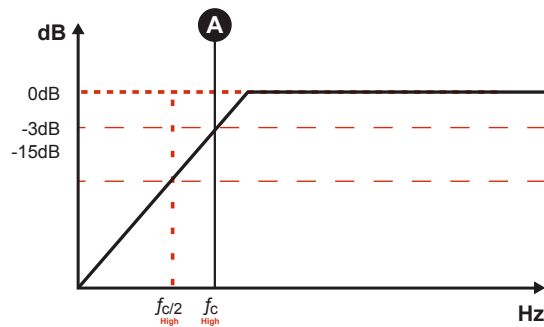

Figura 2
➤ Para uso del filtro pasa alta como en la "Figura 2", ponga la llave en la posición "FULL" y el control variable "HIGH" en la frecuencia donde desee realizar el filtro entre 5Hz y 80Hz (A).